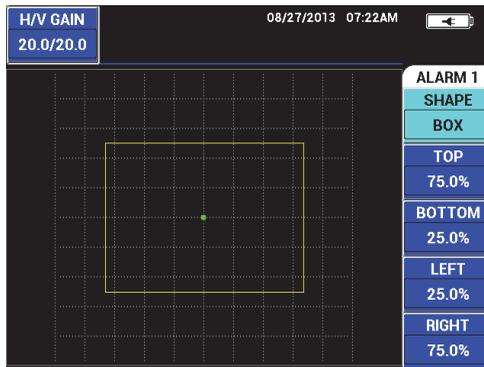

Figura 5-242 Menú de alarma (ALARM)
2. Pulse la tecla de función A para seleccionar/resaltar la forma (SHAPE) de la alarma y, después, utilice la rueda de ajuste para seleccionar el tipo de alarma deseado: BOX (cuadrado), SWEEP (barrido), SECTOR (área) o POLAR. Vea la Figura 5-242 en la página 325.